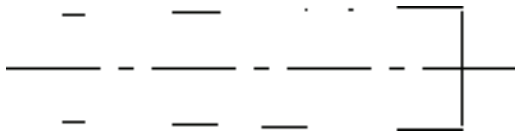

图 3-14 连接端点
2) 单击“绘图”工具栏中的“直线”按钮, 分别连接两条斜线的两个端点, 结果如图 3-14 所示。